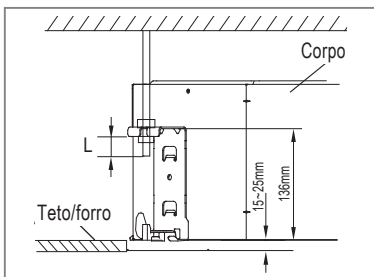

FIG. 10
- h) Ajuste a posição da unidade para garantir um espaçamento por igual entre e os lados e o teto/forro. A parte inferior da unidade deve ter uma diferença de altura entre 15mm e 25mm (Fig. 10) em relação ao teto.